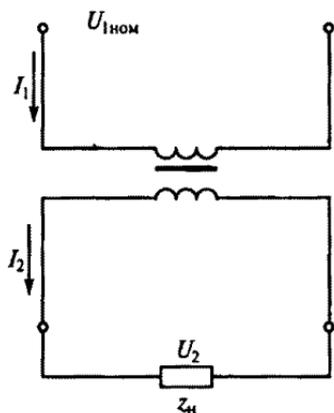

Рис. 175
6.36.Р. В однофазном трансформаторе (рис. 175) $S_{ном} = 12$ кВ·А, $U_{1ном} = 220$ В, $U_{2ном} = 22$ В. Магнитные потери составляют 1% от $S_{ном}$; номинальные электрические потери равны 3% от $S_{ном}$. Каковы коэффициент трансформации K , номинальные первичный $I_{1ном}$ и вторичный $I_{2ном}$ токи и КПД трансформатора η при нагрузке $\beta = 0,5$ и $\cos \varphi_2 = 1$. (Указать неправильный ответ.)